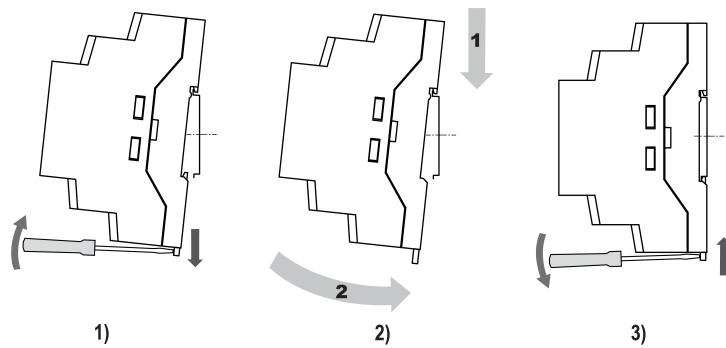

Рисунок 4.10 – Монтаж прибора с креплением на DIN-рейку
- Вставив отвертку в проушину, оттянуть защелку рисунок 4.10, 1).
- Установить прибор на DIN-рейку в соответствии с в направлении стрелки 1 рисунок 4.10, 2);
- Прижать прибор к DIN-рейке в направлении, показанном стрелкой 2 (рисунок 4.10, 2). Зафиксировать защелку (см. рисунок 4.10, 3).